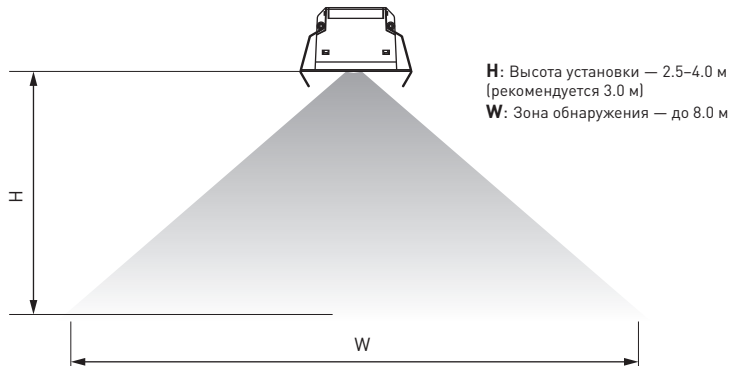

Рис. 2. Установка датчика
- 3.4. Закрепите датчик в месте установки (см. рис. 2).